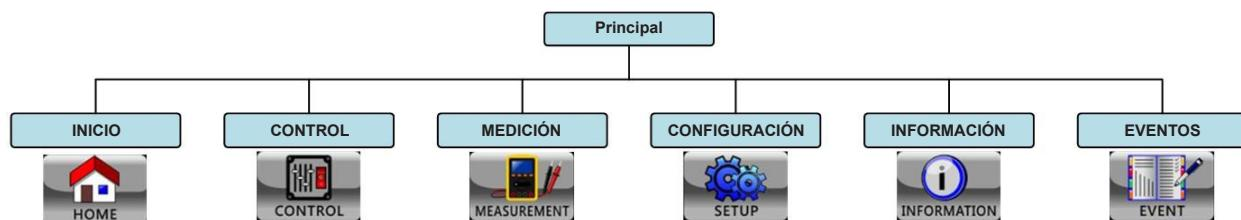

Figura 4.4 Árbol del Menú
- 3 Menú Principal:** Toque cada ícono para ingresar al submenú. Refiérase a la Figura 4.4 para consultar el árbol del menú.